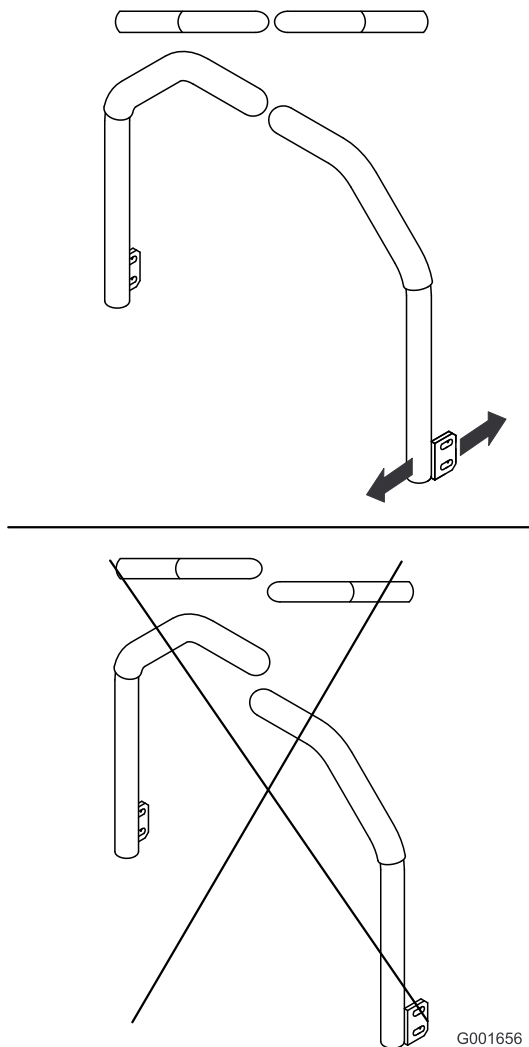

Figura 60
5. Ajuste las palancas de control de forma que queden alineadas entre sí y apriete los pernos para fijar las palancas a los soportes (Figura 60).